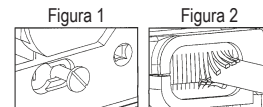

Figura 1
4. Coloque la tapa en la caja con los tornillos de montaje que entran en la tapa a través del ojo de la cerradura y deslice el conjunto hacia la izquierda (Figura 1). Centre el dispositivo y cúbralo con la caja. Apriete los tornillos. - Si se monta en una caja de conexiones FS o exterior, utilice los cuatro tornillos proporcionados para asegurar aún más el conjunto a la caja (si es necesario).